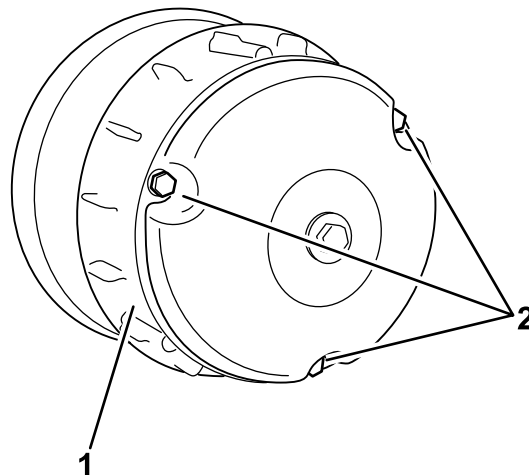

Figura 63
2. Togliete i 3 bulloni che fissano il carter della frizione e togliete il carter (Figura 63).
4. Montate il carter della frizione e fissatelo con i 3 bulloni (Figura 63) tolti in precedenza 2.